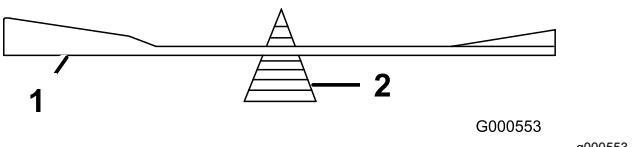

Figure 63
- Vérifiez l'équilibre de la lame en la plaçant sur un équilibrEUR (Figure 63).